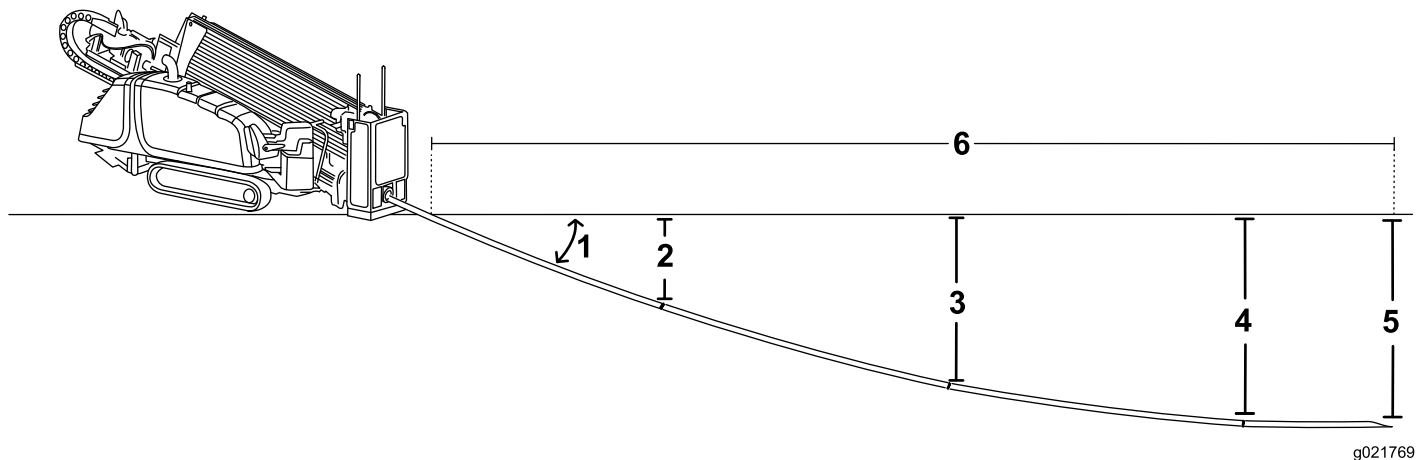

Figura 53
- Se insertan los primeros 3 m (10 pies) de broca/tubo en el suelo sin desviación. El extremo de la broca estará a una profundidad de 53 cm (21") (Figura 53).